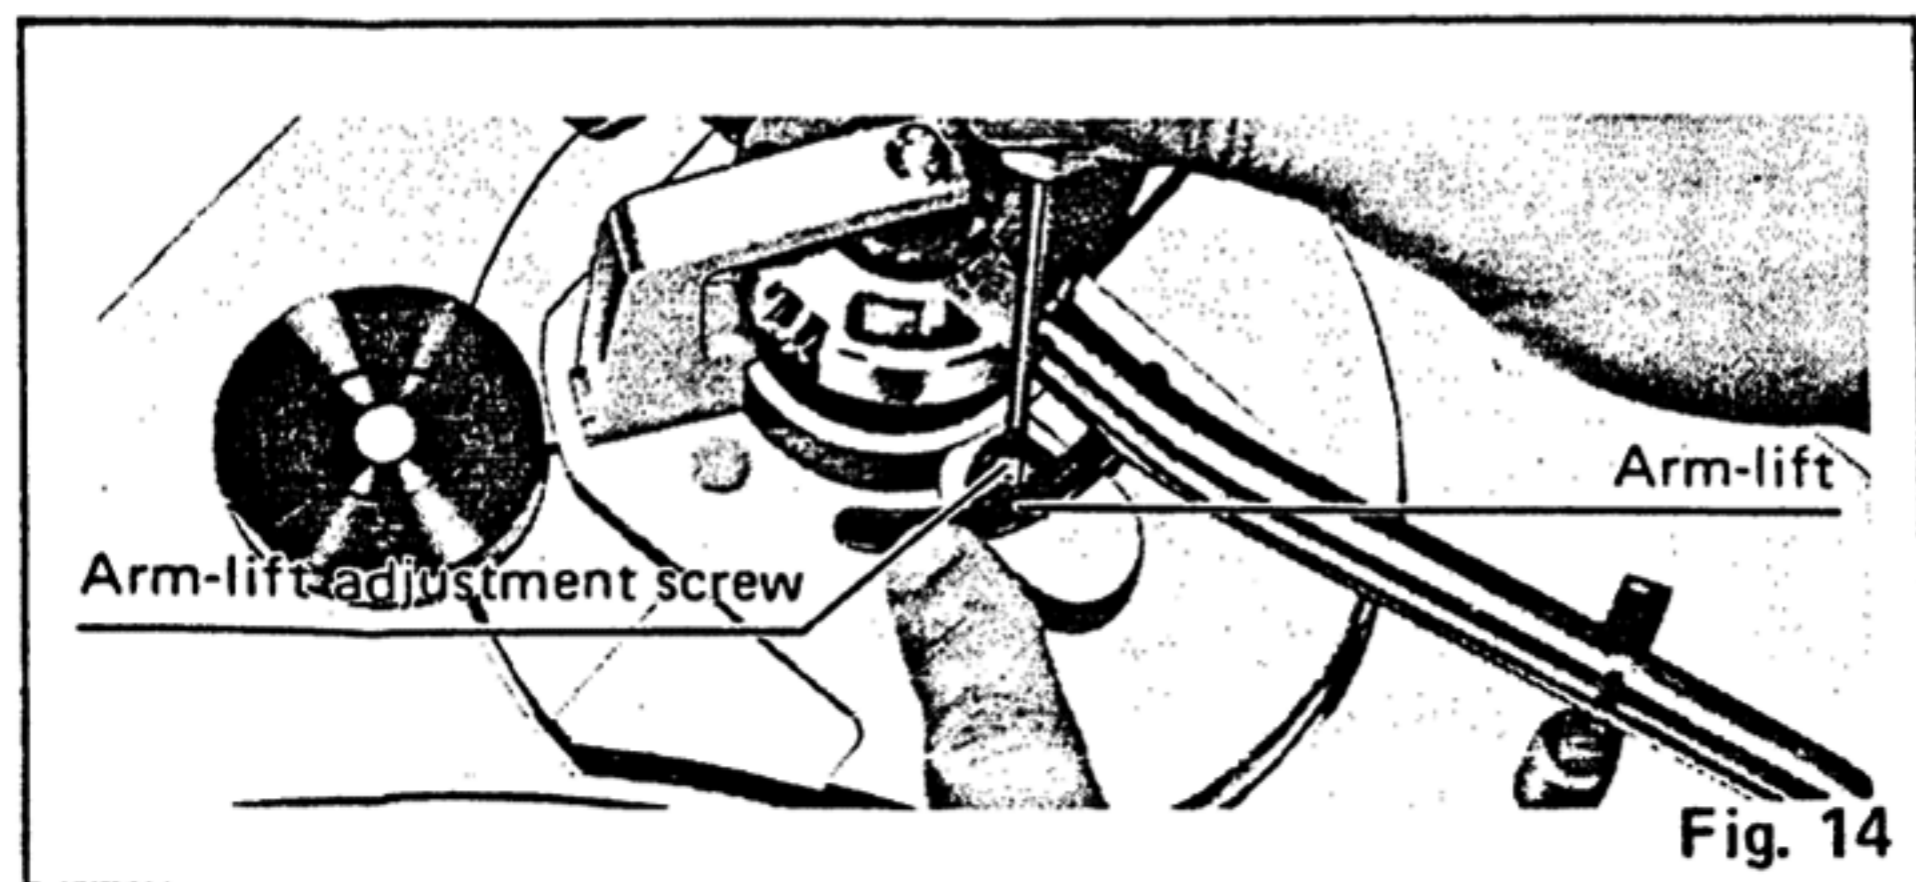

Fig. 14
(See Fig. 14)
4. Turn the adjustment screw clockwise or counterclockwise, while pushing the arm lift down. (See Fig. 14.)
Einstellung des Tonarmlifts (Vgl. Abb. 14.)
3. Drehen Sie die Justierschraube im Uhrzeigersinn oder Gegenuhrzeigersinn, währenddem Sie die Tonarmliftführung nach unten drücken. (Vgl. Abb. 14.)